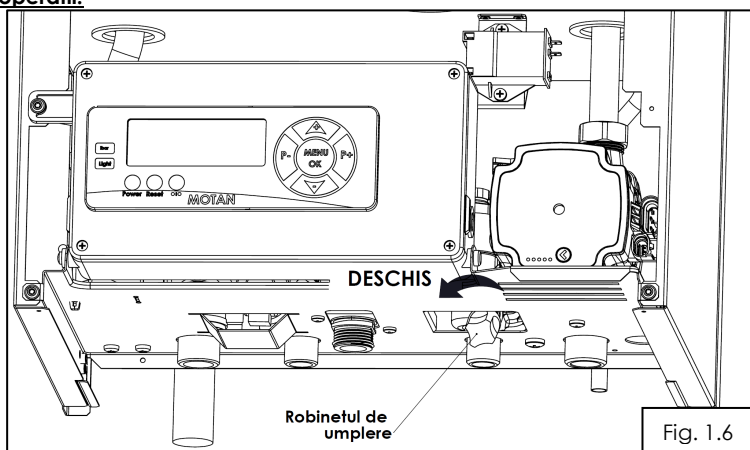

Fig. 1.6
- se deschide robinetul de umplere (fig.1.6) al centralei si cele ale instalatiei de termoficare/apa menajera;